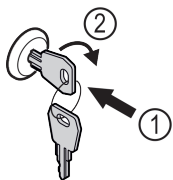

Fig. 105
- ▶ Klíč zasuněte dovnitř Fig. 105 (1).
- ▶ Otáčejte klíčem o 90° ve směru hodinových ručiček Fig. 105 (2).